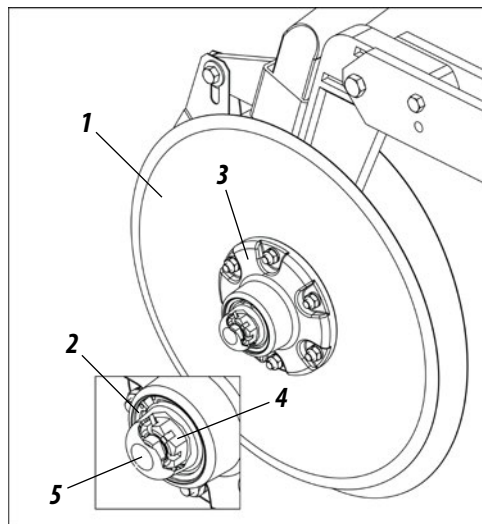

Figura 50
01 - Retire el anillo de retención (2) del cubo (3). Examine los rodamientos, si hubiera holguras, ajuste a través de la tuerca (4). Introduzca grasa nueva en el tapacubos (5). Recoloque el tapacubos en el cubo y fíjela con el anillo de retención (1), según muestra la figura 50.